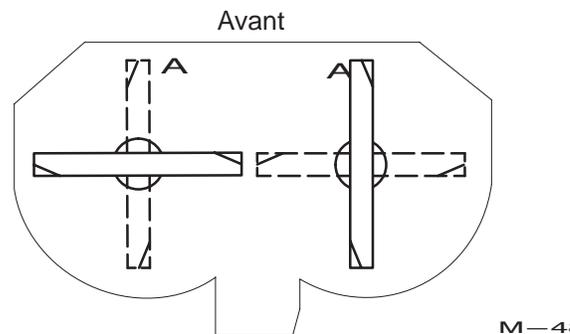
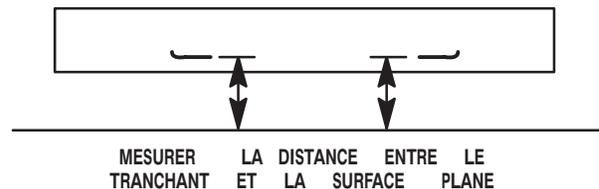

Figure 50
Figure 51
3. Placez la machine sur une surface plane, tournez une lame dans le sens longitudinal (Fig. 50). Mesurez en "A" entre la surface plane et le tranchant des pointes des lames (Fig. 51)